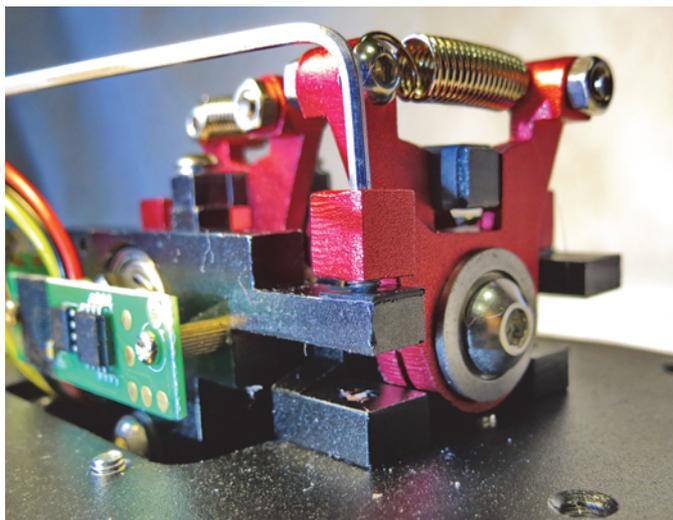

Рис. 2.7.
3. Вращая регулировочный винт при помощи того же шестигранника (рис. 2.7) добейтесь устранения люфта оси.